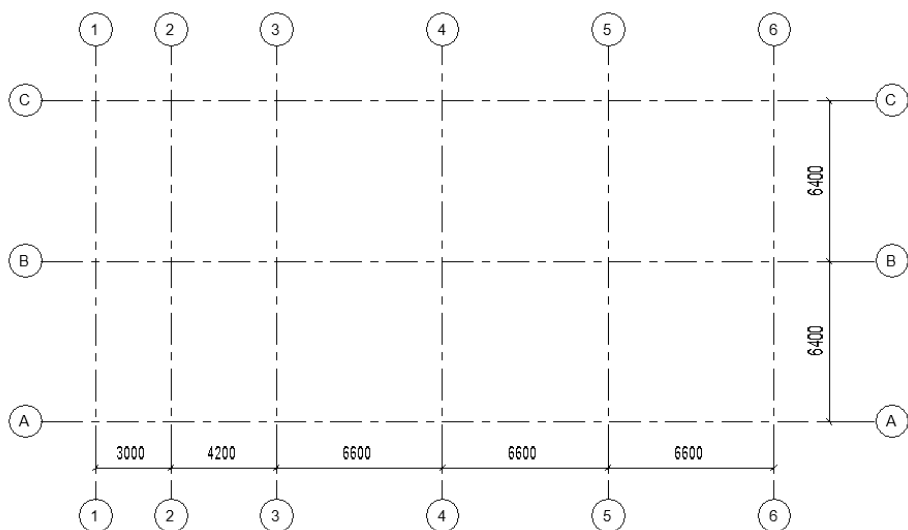

图 15-11 调整轴线
(7) 选择轴线，拖曳轴线上的控制点，调整轴线的长度，结果如图 15-11 所示。